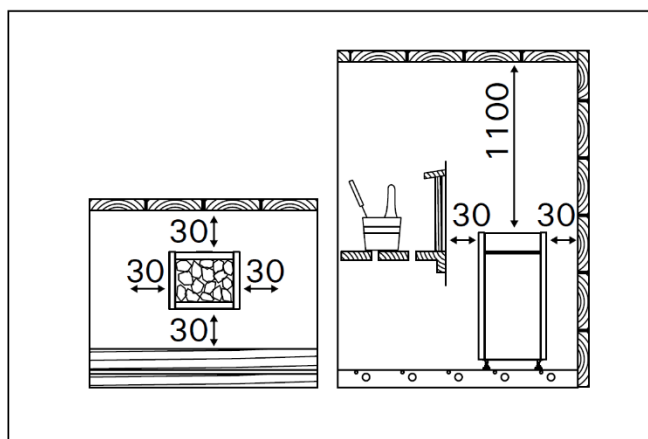

Abbildung 5. Minimum Sicherheitsmindestabstände (alle Abmessungen in Millimetern)
- Der Montageort des Ofens erfüllt die in Abb. 5 und Tabelle 2 angegebenen Sicherheitsmindestabstände.
Die Mindest-Sicherheitsabstände werden in Abbildung 5 angegeben.
Falls um den Saunaofen ein Schutzgeländer gebaut wird, muß dies unter Berücksichtigung der in Abb. 5 oder in der Montageanleitung für Schutzgeländer angegebenen Mindestsicherheitsabstände geschehen.